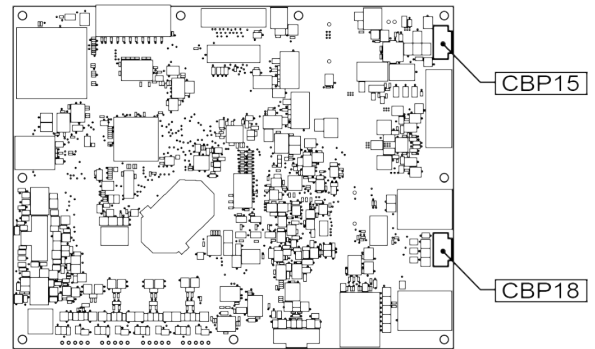

Figura 15
10. Use el mazo de cables que se incluye con la impresora para hacer la conexión con el tablero de control, como se muestra en Figura 15. Los cables están marcados con las etiquetas de los conectores respectivos.